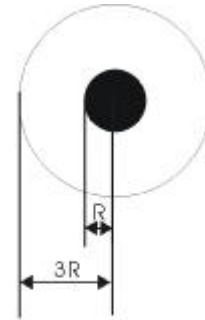

图6 推荐的空旷区
6.5 在基准点标记周围，应该有一块没有其它电路特征或标记的空旷区(Clearance)，空旷区的尺寸最好等于标记的直径，如图 6 所示。